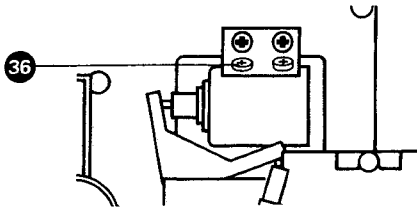

Fig. 3.13.-1
- 2 Schrauben 36 (Fig. 3.13. - 1) lösen.
- Remove 2 screws 36 (fig. 3.13. - 1).
- Dévisser les 2 vis 36 (Fig. 3.13. - 1).